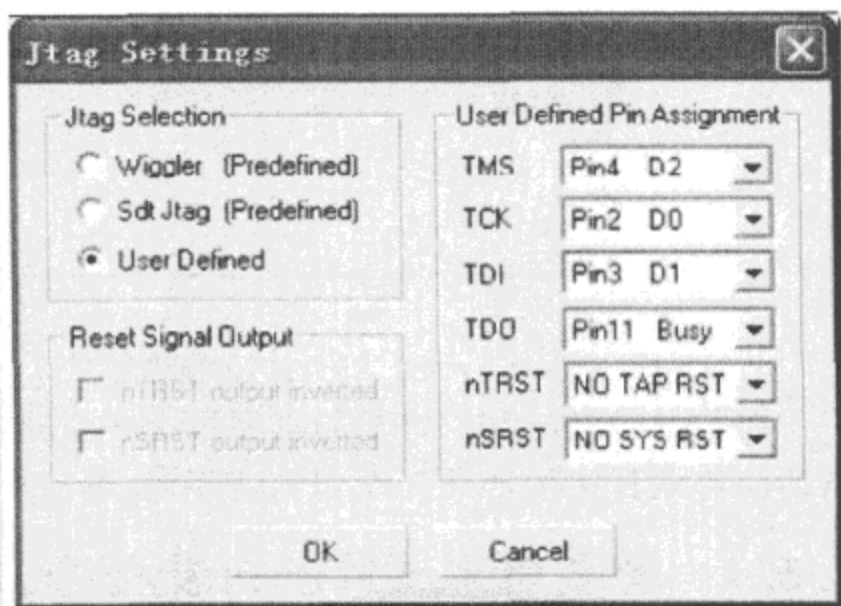

图 2-11 配置 JTAG 连接参数
(2) 设置 JTAG 端口。在 H-JTAG 主界面的菜单里点 Setting→Jtag Settings,作图 2-11 所示设置,单击 OK 按钮返回主界面。